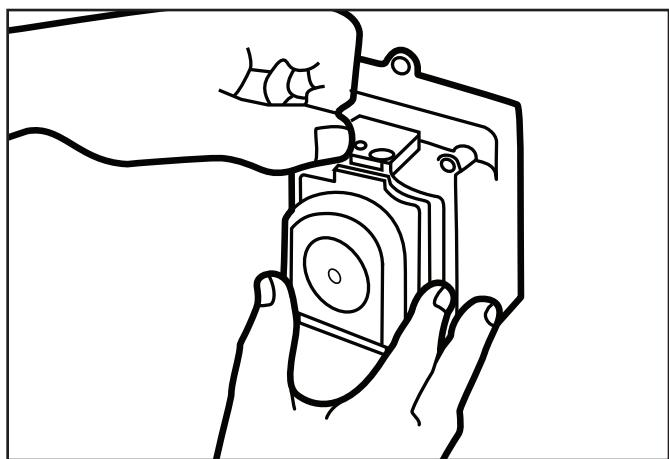

Figure 22. Verrouiller le couvercle
- Pour verrouiller le couvercle en place, appuyer sur le couvercle tout en tournant la languette verticale de 180 degrés de droite à gauche. Installer la vis de blocage cruciforme. Se reporter à la Figure 22.